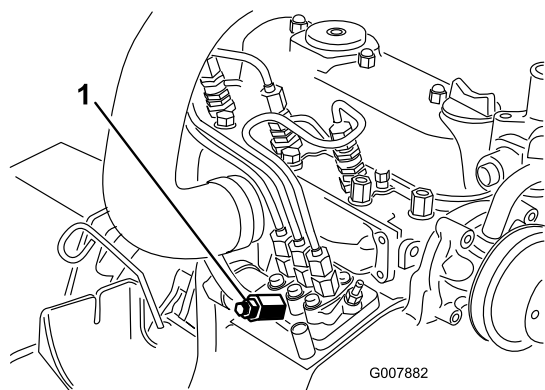

Figura 45
3. Mettete un cencio sotto la vite di spurgo dell'aria, sulla pompa d'iniezione del carburante, ed apritela (Figura 45).